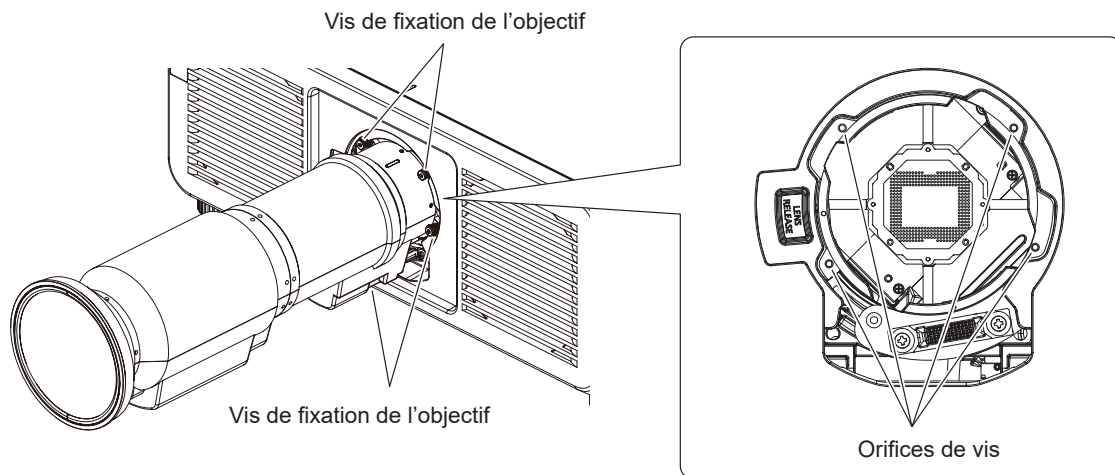

Fig. 4
4) **Fixez la lentille de projection avec les vis de fixation de la lentille. (Fig. 4)